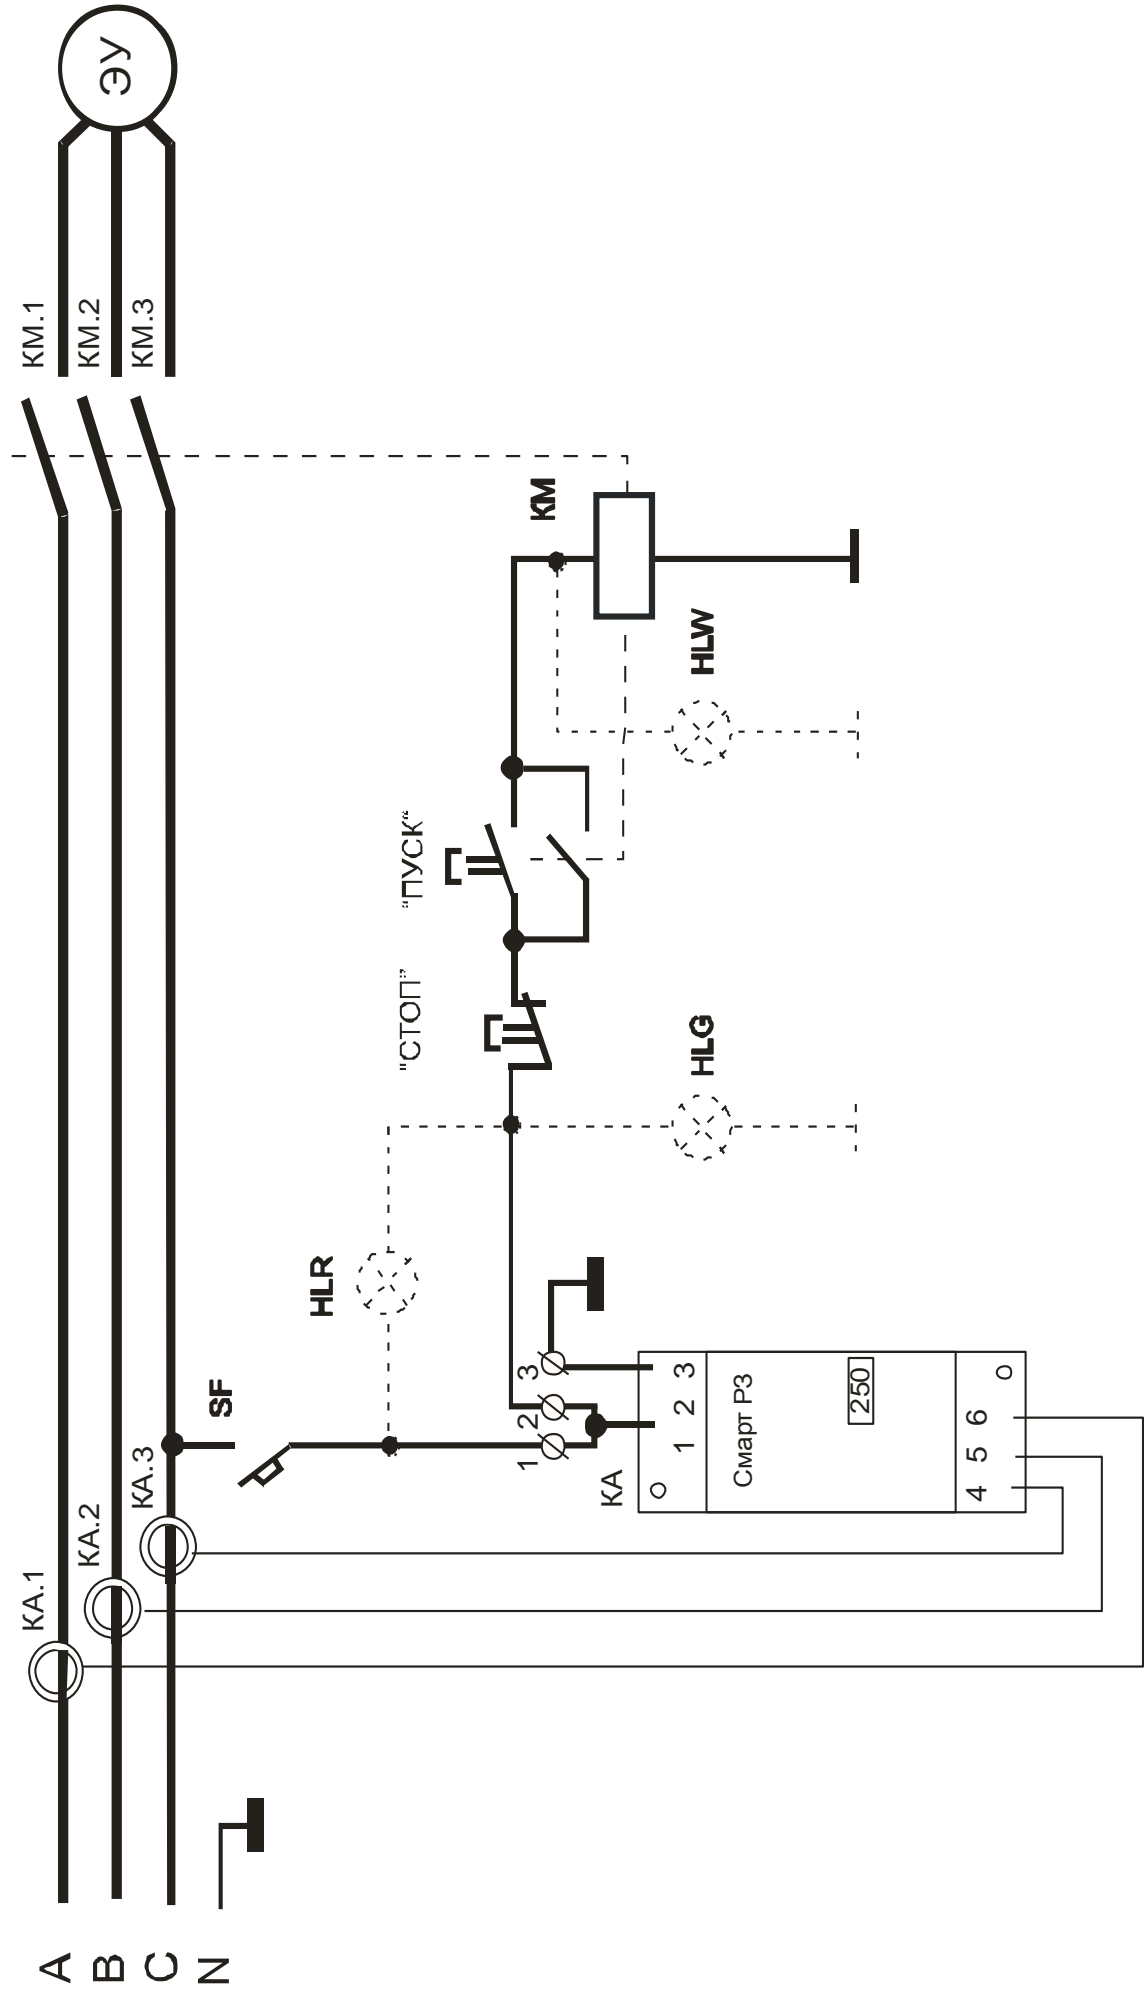

Рисунок 4 - типовая схема включения реле в систему управления электроустановки
5.2 Схема включения реле в систему управления электроустановки показана на рис. 4.
5.8 Для организации светосигнальной индикации на щите (панели) управления электроустановки в схему управления (рис. 4) могут устанавливаться сигнальные индикаторы:
7.2 Подключение реле производится в соответствии со схемой, приведенной на рис.4. Возможны другие варианты подключения реле.